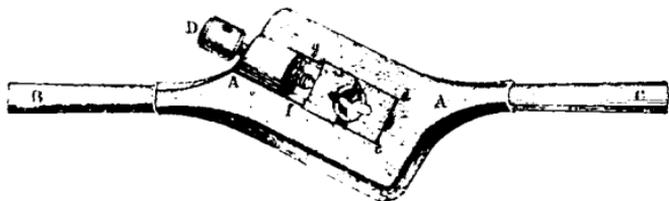
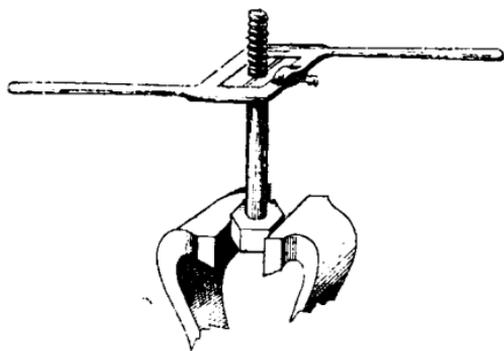

Рис. 64. Клушъ.
Рис. 69.
*Клушъ* (рис. 64) служитъ для наръзанія винтовъ. Онъ состоитъ изъ небольшой желѣзной рамки съ двумя длинными рукоятками. Сквозь одну изъ короткихъ сторонъ рамки пропущенъ винтъ, а внутрь рамки вставляются двѣ толстыя стальные пла-
былъ въ точно горизонтальномъ положеніи (рис. 69). Затѣмъ начинаютъ осторожно вращать клуппъ вправо, отнюдь не нажимая на него. Если клуппъ идетъ съ трудомъ, тогда слегка ослабляютъ винтъ *D* клуппа (рис. 64). Когда дойдутъ до нижняго конца стержня, смазываютъ выдающуюся надъ клуппомъ часть стержня